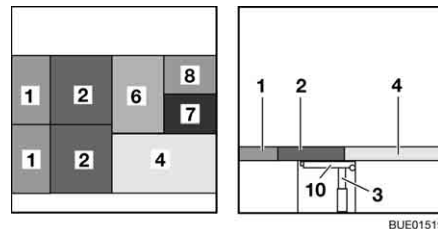

Fig. 157 Dopo la trasformazione
- Posizionare i cuscini del divano (Fig. 157,2) sul tavolo e sulla prolunga del cassonetto.
- Posizionare il cuscino dello schienale (Fig. 157,6) sul tavolo.